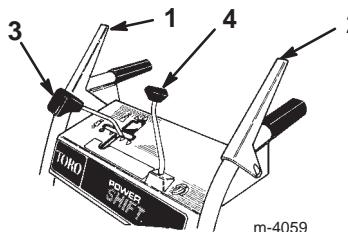

Figure 13
- Levier de commande de tarière/roue hélice** (Fig. 13)—Pour embrayer la tarière et la roue hélice, serrez le levier contre la poignée du mancheron de droite. Pour les débrayer, lâchez le levier.
- Levier de commande de déplacement** (Fig. 13)—Pour embrayer la transmission aux roues, serrez le levier contre la poignée du mancheron de gauche. Pour arrêter la machine, lâchez le levier.
- Levier de commande de changement de vitesse** (Fig. 13)—Le levier possède une position de point mort, quatre vitesses en marche avant et deux vitesses en marche arrière. Il commande aussi la force motrice des roues. Pour sélectionner un rapport, placez le levier dans la position souhaitée.
- Commande d'orientation de l'éjecteur** (Fig. 13)—Tournez la commande d'orientation dans le sens des aiguilles d'une montre pour déplacer l'éjecteur vers la droite, ou en sens contraire pour le déplacer vers la gauche.
- Relâchez les leviers de tarière/roue hélice et de commande de déplacement (Fig. 13).
3. Relâchez les leviers de tarière/roue hélice et de commande de déplacement (Fig. 13).